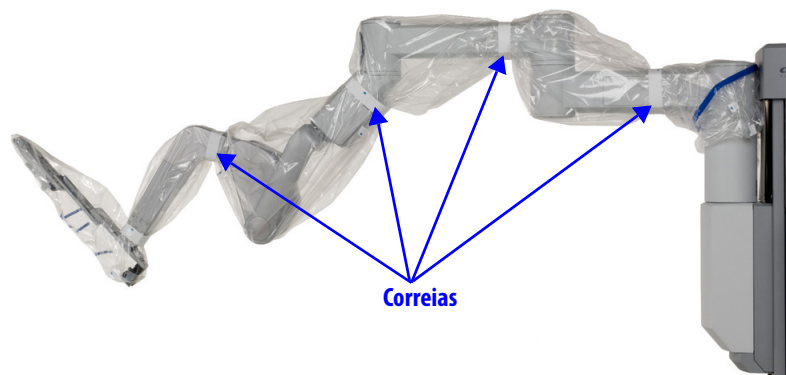

Figura 6.13 Fixe o pano cirúrgico com as correias do pano cirúrgico
8. Enrole todos os panos cirúrgicos brancos firmemente em torno do braço de instrumentos, e encaixe cada correia em si mesma (Figura 6.13). Pode querer confirmar que o braço se movimenta sem rasgar os panos cirúrgicos ou as correias.